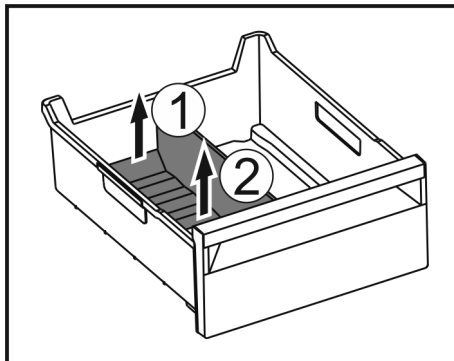

Fig. 211
► Приподнимите заднюю часть разделителя отделения для льда. Fig. 211 (1)
► Извлеките разделитель отделения для льда движением вверх. Fig. 211 (2)